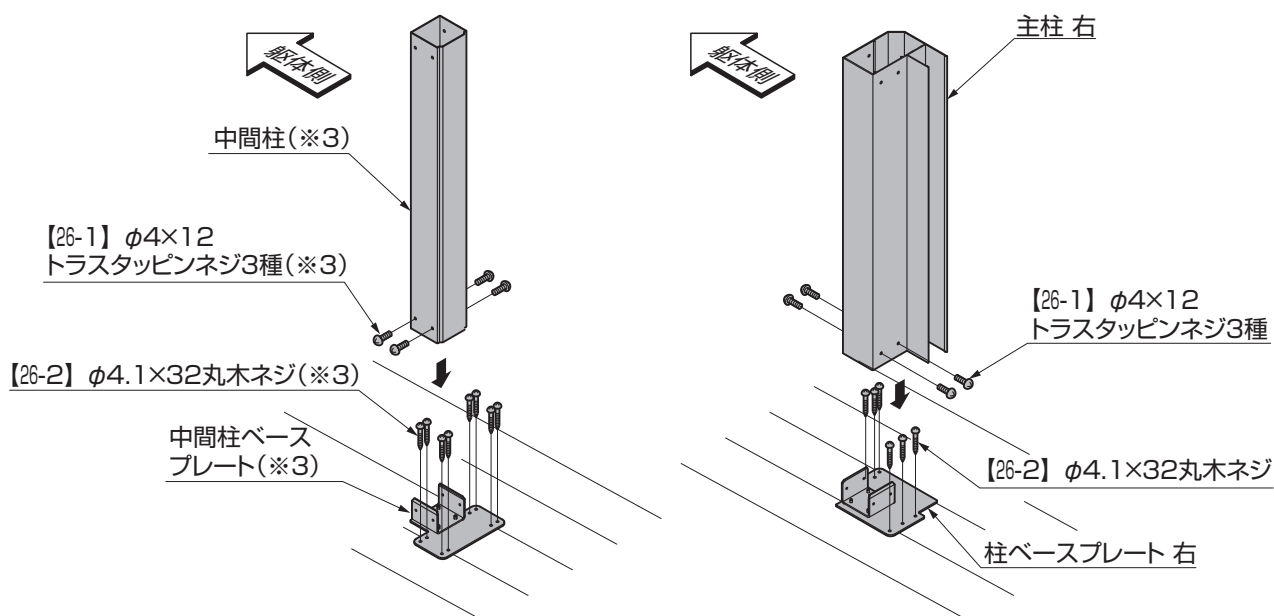

図3-11
②柱下面に柱ベースプレートを【26-1】で固定してください。(図3-11参照)